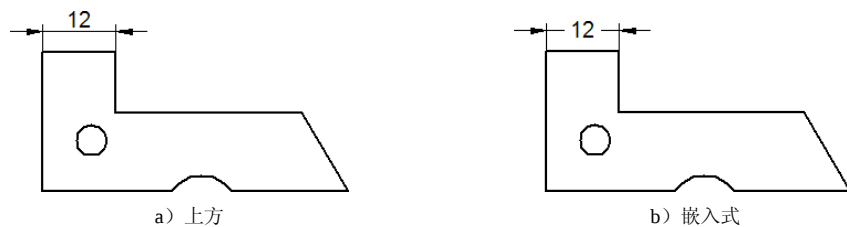

图 8.3.26 尺寸放置位置
- ☒ **位置(0)**文本框: 用于设置尺寸放置的位置。其中包括两种放置类型, 如图 8.3.26 所示。